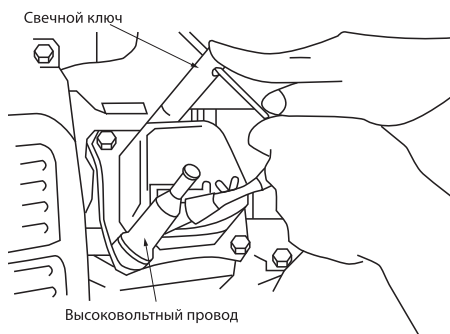
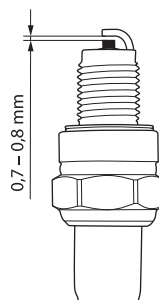

рис. 13
рис. 14
3. Выкрутите свечу с помощью специального свечного ключа и осмотрите ее (рис. 13). Электроды свечи должны иметь светло-коричневый цвет (рис. 14).
6. Проверьте величину зазора между заземляющим и центральным электродами, используя специальный щуп. При необходимости установите зазор 0,7–0,8 мм (рис. 14).